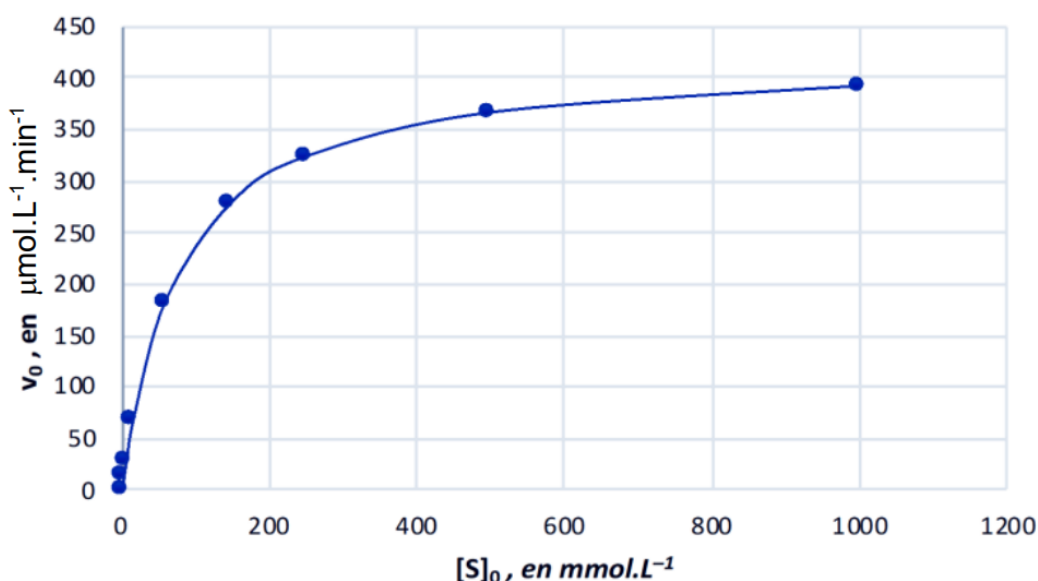

Figure 2. Évolution de la vitesse initiale de la réaction d'isomérisation en fonction de la concentration initiale en saccharose.
Une équipe de recherche australienne a publié en 2005 un article consacré notamment à l'étude des propriétés cinétiques de la sucrose isomérase extraite du microorganisme *Klebsiella planticola* UQ14S. L'évolution de la vitesse initiale de la réaction d'isomérisation en fonction de la concentration initiale en saccharose a pu être étudiée en faisant varier la concentration initiale en saccharose et en mesurant la vitesse initiale de la réaction par chromatographie (**Figure 2**). Les vitesses initiales (notées v_0) sont exprimées en $\mu\text{mol} \cdot \text{L}^{-1} \cdot \text{min}^{-1}$, les concentrations initiales en saccharose en $\text{mmol} \cdot \text{L}^{-1}$, ramenées à 1 mg d'enzyme. Le milieu est tamponné à $\text{pH} = 6$ et la température est de 30°C .
4. Après avoir reproduit l'allure de la courbe de la **Figure 2** sur la copie, y placer les grandeurs $v_{\max}$ et K_M . Interpréter qualitativement le fait qu'une enzyme soit dite « avoir une forte affinité pour son substrat » lorsque la grandeur K_M est faible.